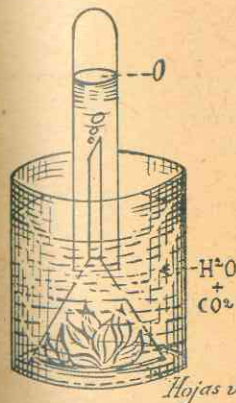

Fig. 73. - Acción del sol sobre las partes verdes de las plantas.
90. Acción del sol sobre las partes verdes de las plantas (función clorofiliana, fig. 73). — En un recipiente que contiene agua saturada con CO_2 , introducir un embudo invertido, debajo del cual se han colocado ramitas de plantas acuáticas con hojas verdes. Sobre el pico del embudo disponer una probeta, de manera que esté sumergida en el agua. Someter luego la planta a la acción de los rayos solares. Notar después de un rato la formación de burbujas de gas sobre las hojas, las cuales no tardarán en desprenderse para subir y desplazar el agua de la probeta. Para comprobar la naturaleza del gas recibido, sacar con precaución la probeta; introducir en su in-